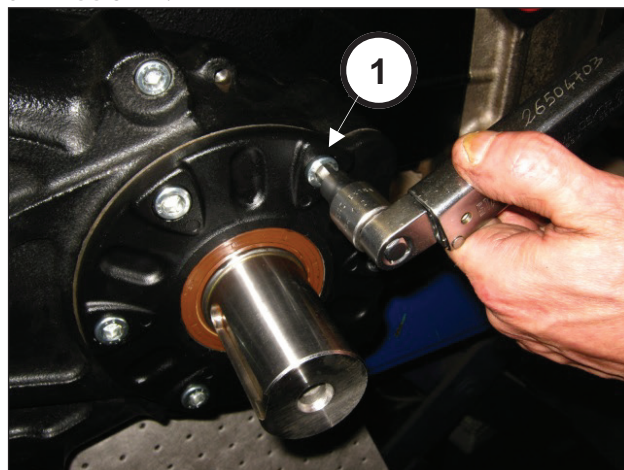

Fig. 82
Serrare le 6 viti M10x25 (pos. ①, Fig. 82). Tarare le viti con chiave dinamometrica come indicato nel capitolo 3 TARIATURE SERRAGGIO VITI.